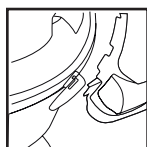

FIGURE 12
11. Placez les onglets en forme de « J » dans les fentes du rembobineur de cordon. **FIGURE 12.** Appuyez jusqu'à ce que les languettes s'enclenchent en place.